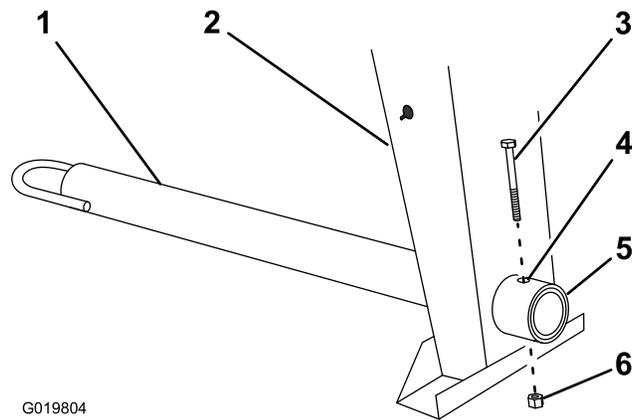

**Figura 4**
2. Posicione la palanca de volteo de modo que los taladros estén alineados con los taladros del tambor (Figura 3, Figura 4 o Figura 5).
3. Introduzca los 2 pernos a través de los taladros de la palanca de volteo y del tambor (Figura 3, Figura 4 o Figura 5).